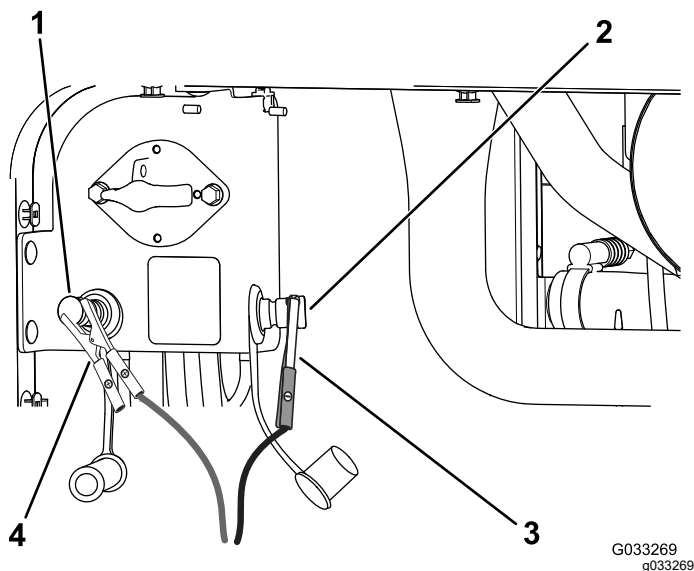

Bild 110
am positiven Starthilfepol an (Bild 110).
- Schließen Sie das Minuskabel des Akkuladegeräts am negativen Starthilfepol des Akkus an (Bild 110).
- Wenn die Batterie ganz aufgeladen ist, ziehen Sie den Stecker des Ladegeräts aus der Stromquelle. Klemmen Sie dann die Klemmen des Ladegeräts von den Batteriepolen ab (Bild 110).